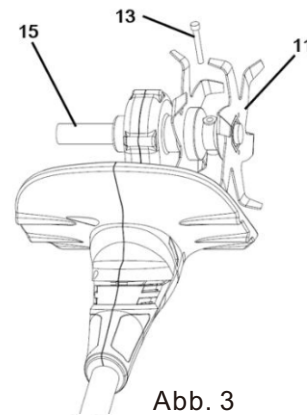

Abb. 3
3. Setzen Sie die Innensechskantschraube 13 in die Löcher C und B ein und ziehen Sie die Innensechskantschraube 13 mit einem Innensechskantschlüssel fest. (Abb. 3)